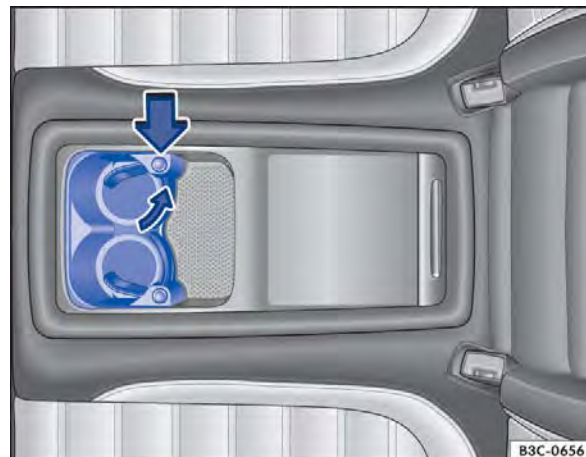

Fig. 122 Porta-bebidas aberto entre os assentos traseiros: abrir suporte. ▶
- Pressionar o botão para girar o suporte de copos para fora ⇒ Fig. 122 (seta grossa).
- Girar o suporte de copos de volta ao console ⇒ Fig. 122 (seta pequena) até que ele se encaixe.